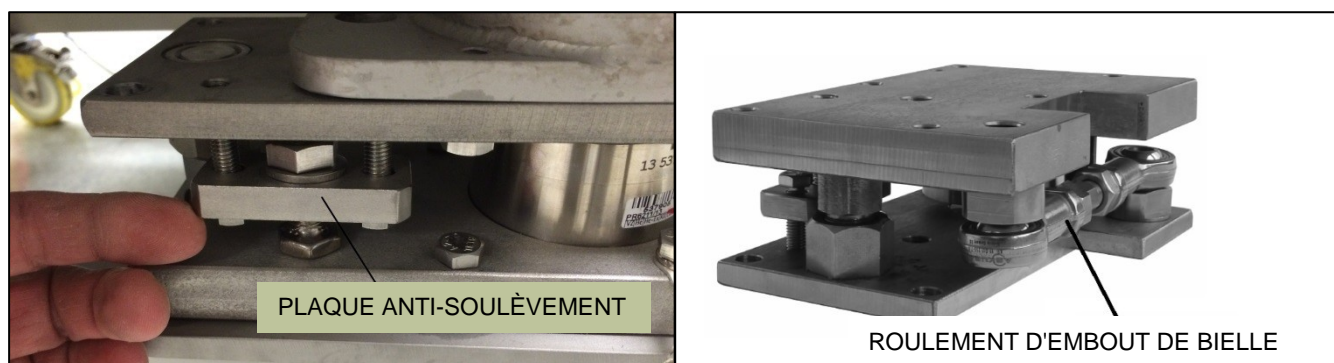

Figure 4 : Plaque anti-soulèvement et roulement d'embout de bielle
- Vérifier à la main que chaque plaque anti-soulèvement et roulement d'embout de bielle (joint d'articulation) bouge librement (Figure 4). Le fait de lier ces ensembles peut entraîner une mesure de poids incorrecte ou des problèmes pour la mise à zéro.